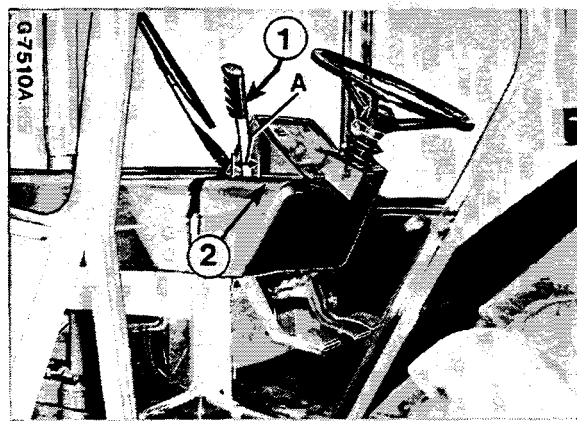

Figure 100
Lorsque le réglage est correct, le levier (1) Fig. 100 doit avoir une course libre (A) de 30mm mesurée sur le guide (2)